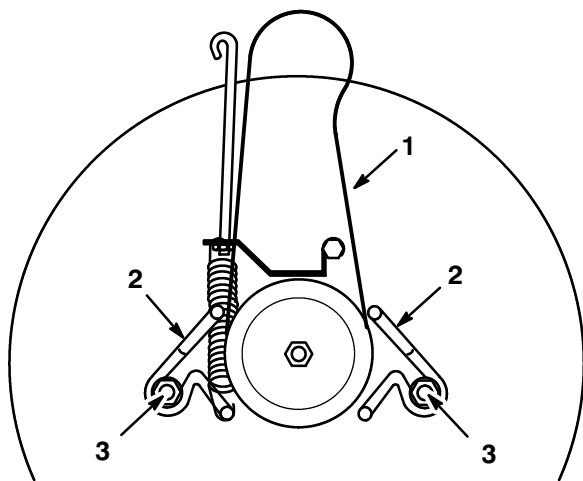

Figure 43
2. Desserrez les boulons de montage des guide-courroie et écarter ceux-ci de la poulie (Fig. 43).
1. Installez la courroie de rechange sur la poulie et dans les guide-courroie (Fig. 43).
2. Réglez les guide-courroie pour qu'ils se trouvent à 3 mm de la poulie. Serrez les boulons de montage (Fig. 43).